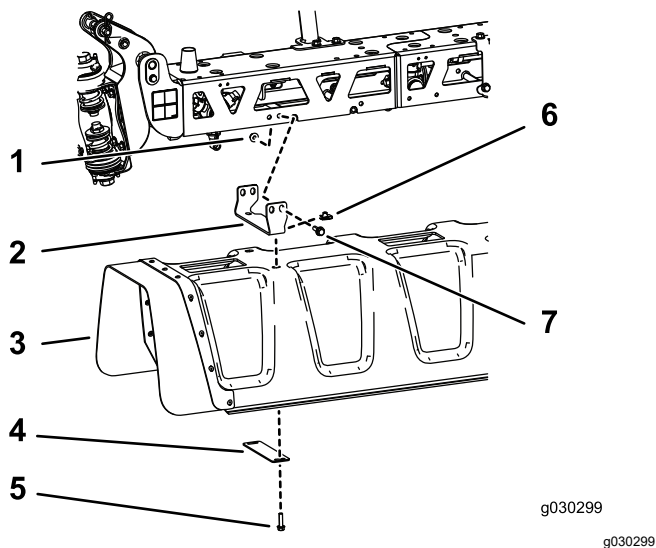

Рисунок 9
1. Установите средний кожух на кронштейн с помощью 8 П-образных гаек, 4 пластинчатых шайб и 8 болтов с шестигранными головками ($\frac{5}{16}$ x $1\frac{1}{4}$ дюйма), как показано на Рисунок 9.
- Установите каждый из 4 кронштейнов средней стрелы и монтажные пластины стрелы на среднюю стрелу с помощью 4 болтов с шестигранными головками ($\frac{3}{8}$ x $1\frac{1}{4}$ дюйма) и 4 фланцевых гаек ($\frac{3}{8}$ дюйма), как показано на Рисунок 9.